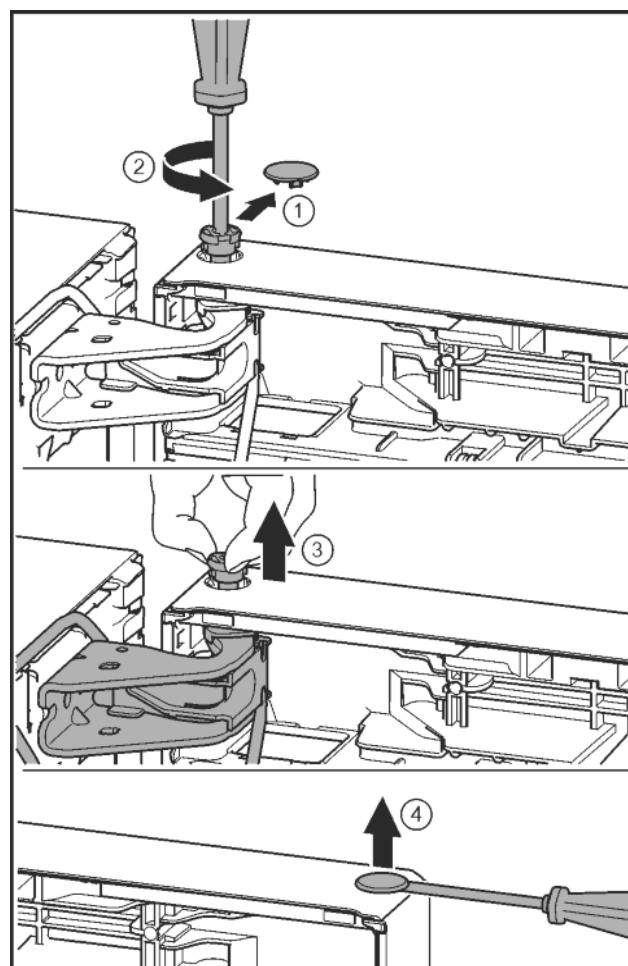

Fig. 22
- Обережно зніміть запобіжну кришку. *Fig. 22 (1)*
- Трохи викрутіть гвинт за допомогою викрутки T15. *Fig. 22 (2)*
- Притримуйте дверцята і витягніть палець руками. *Fig. 22 (3)*
- За допомогою шліцевої викрутки обережно підйміть пробку із опорного втулка дверцят та витягніть її. *Fig. 22 (4)*